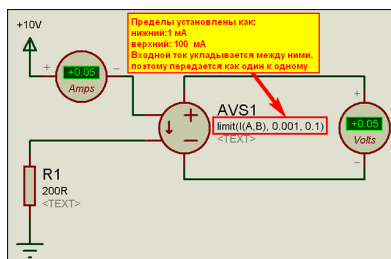

Рис.51
**LIMIT** – функция установленных пределов. Применительно к входам напряжения **AVCVS** для двух пределов: нижнего **10V** и верхнего **50V** описывается так: **limit(V(A,B), 10, 50)**. При этом возвращает на выходе (между выводами **+** и **-**) напряжение **10V** при входном меньше этого значения, **50V** – при входном больше этого значения или равное входному, если оно лежит в пределах от **10** до **50V**. Ну и конечно, для источника с входным токовым сигналом запись будет иная – например: **limit(I(A,B), 0.001, 0.1)**. В данном случае пределы нижний – **1mA**, верхний – **100mA**. Обращаю Ваше внимание на то, что для описания пределов можно использовать только голые числа без расширений типа **m**, **u**, **M** и т.п. (Рис. 51).